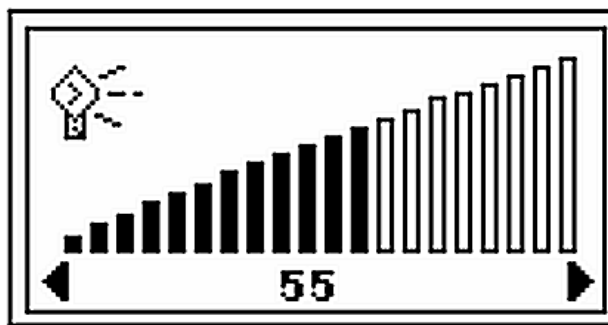

図 2-8 Backlight 構成設定画面
3. **Enter** を押すと構成画面が表示されます (図 2-8)。